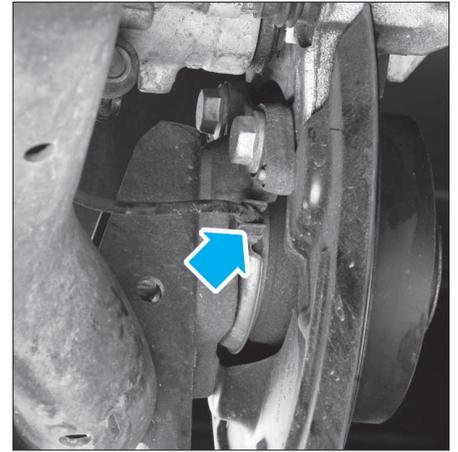

FIG. 27
- Débrancher les connecteurs des capteurs de vitesse de roue au niveau de chaque moyeu et dégager leur faisceau (Fig.27).